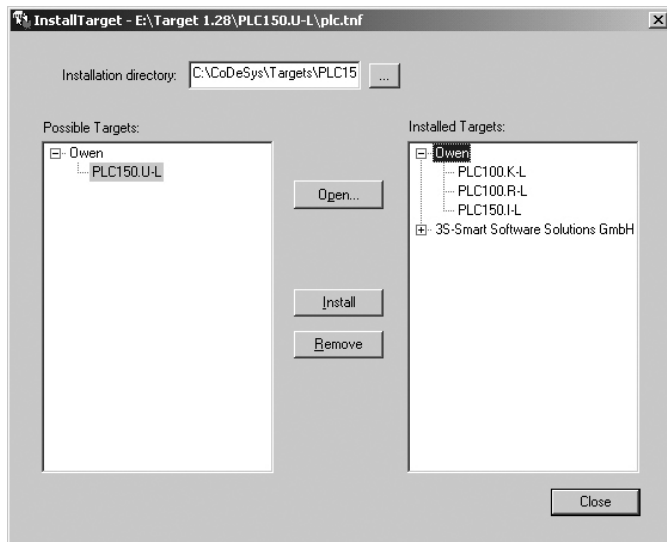

Рис. 2. Окно «InstallTarget» утилиты InstallTarget
- 1) В открывшемся при запуске утилиты **InstallTarget** окне (рис. 2) – нажать кнопку Open и указать путь доступа к инсталлируемому Target-файлу (имеющему расширение ***.tnf**, Target Information File). Target-файлы контроллеров OWEN ПЛК150 находятся на компакт-диске, поставляемом с контроллером, в папке «Target» или могут быть скачаны с сайта **www.owen.ru**.